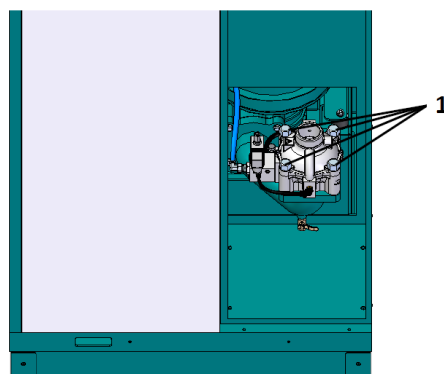

图 28：进气阀固定螺丝
1. 请将进气阀上的固定螺丝松开(图 28/1)。
4. 重新装好进气阀并锁紧螺丝(图 28/1)。